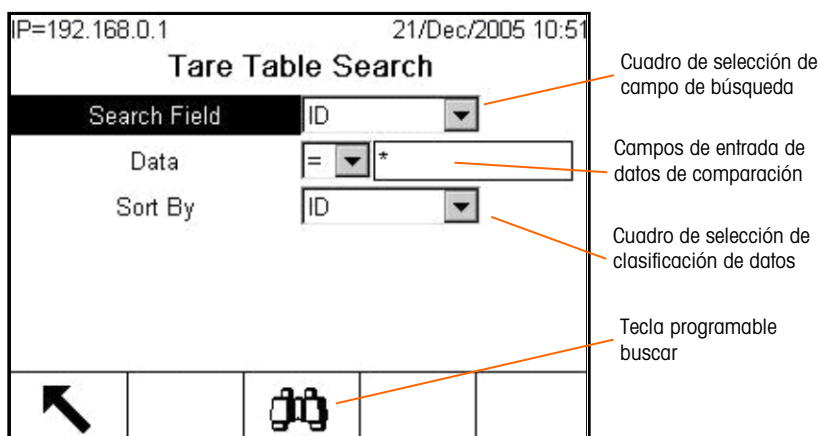

Figura 2-38: Pantalla de búsqueda de tabla de tara
Si la conexión con la terminal remota es satisfactoria, después de un breve lapso aparecerá la pantalla inicial actual de esa terminal. Si la conexión no es satisfactoria, debería aparecer un mensaje de error (Figura 2-38) para indicar que el servidor de red/vista de la terminal remota está inhabilitado en la configuración.
2. Para seleccionar un subconjunto de registros de la tabla, presione la tecla programable BUSCAR TABLA . Aparece la pantalla de búsqueda para el tipo de informe seleccionado (Figura 2-38).